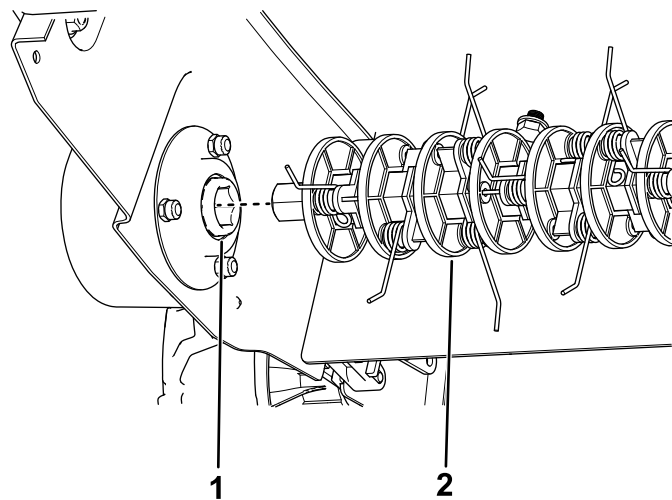

Figura 20
4. Glisai celălalt capăt al ansamblului arborelui afară din elementul de acționare i înlocuiți-l cu ansamblul arborelui dorit (Figura 20).